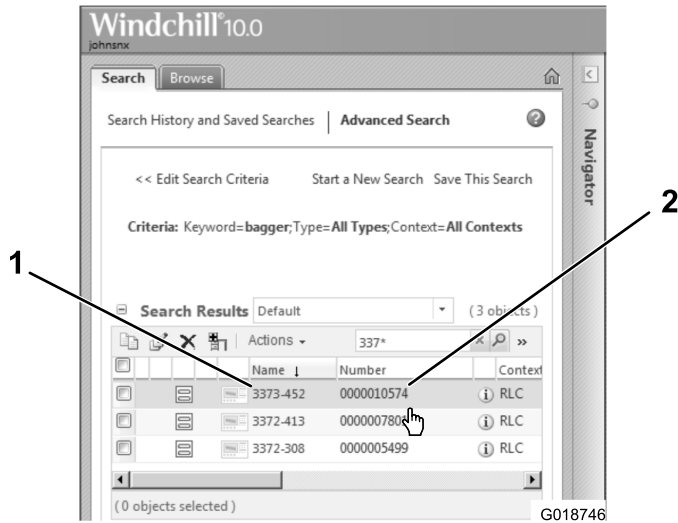

Figure 43
1. Sortez la jauge (Figure 43) et versez lentement de l'huile par l'orifice de remplissage jusqu'à ce qu'elle atteigne le repère supérieur (bord inférieur de l'orifice de remplissage) sur la jauge.